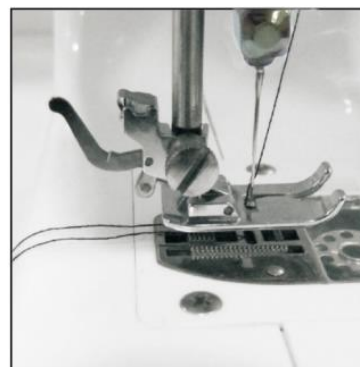

Abb.10
- 5) Schließen Sie die Abdeckung der Unterfadenspule wieder, trennen Sie die zwei Fäden und ziehen Sie diese zur Rückseite der Maschine unter den Nähfuß, lassen Sie dort etwa 15 cm Faden hängen. (Abb. 10)